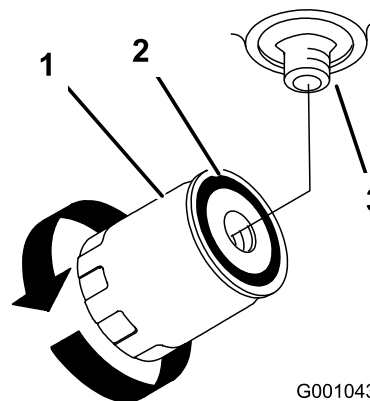

Figure 58
5. Déposez le filtre usagé et essuyez la surface du joint de l'adaptateur (Figure 58).
9. Quand le filtre hydraulique est plein, tournez le filtre dans le sens horaire jusqu'à ce que le joint touche l'adaptateur, puis donnez un 1/2 tour supplémentaire (Figure 58).